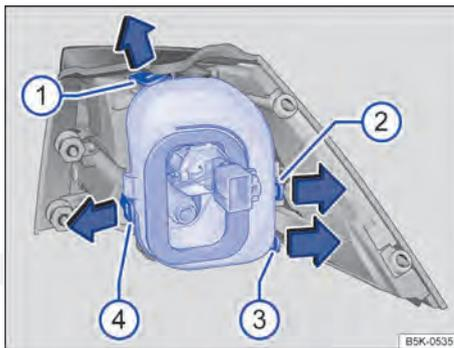

Fig. 222 Lanterna traseira na carroceria: desinstalar o suporte da lâmpada. Tiras de travamento (1) bis (4).
7.	Para destravar o suporte da lâmpada, pressionar as tiras de travamento ⇒ Fig. 222 (1) a (4) no sentido da seta.